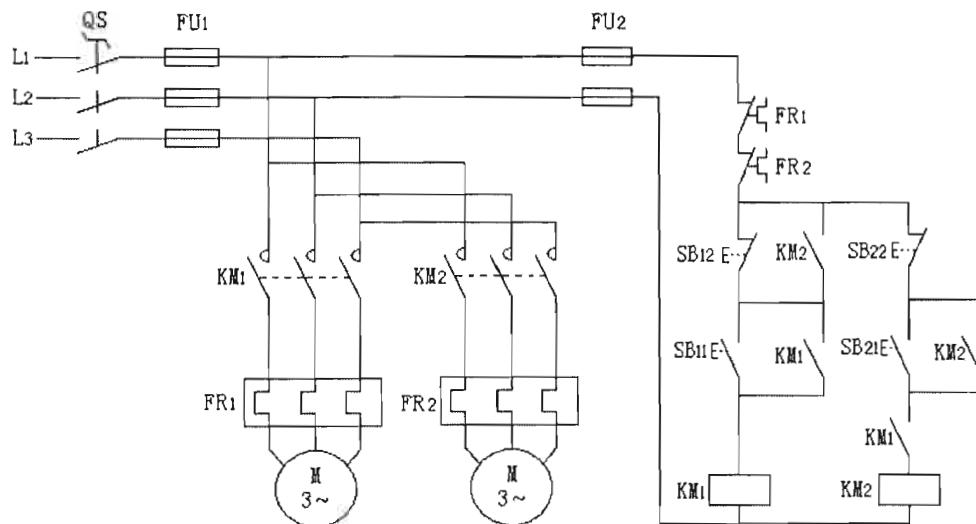

图 13-8 电动机顺序启动逆序停止控制原理图
- (1) 按表 13-7 配齐所用电器元件, 并检验元件质量。
- (2) 根据如图 13-8 所示电气原理图, 画出布置图。
(3) 在控制板上按布置图安装走线槽和所有电器元件，并贴上醒目的文字符号。
(4) 在控制板上按如图 13-8 所示电气原理图进行板前线槽布线，并在导线端部套编码套管和冷压接线头。
(5) 安装电动机。
(6) 可靠连接电动机和电器元件金属外壳的保护接地线。
(7) 连接控制板外部的导线。
(8) 自检。
(9) 检查无误后通电试车。